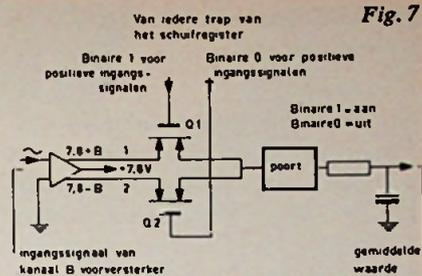

Fig. 7
De werking van de hybride vermenigvuldiger kan het beste worden uit een gezet aan de hand van fig. 7. Het differentiële uitgangssignaal van de „kanaal B”-versterker, schommelt rond een voorspanning van 7,8 V. De lijn gemerkt met (1) van versterker B stijgt boven 7,8 V voor een positief ingangssignaal en de lijn aangegeven met (2) wordt negatief. Beide signalen worden gebruikt voor de „FET”-s Q1 en Q2, terwijl de digitale signalen van de schuifregistertrap de poorten van Q1 en Q2 sturen. Voor een positief analogo signaal op kanaal A, zal het digitale signaal Q1 gelijk zijn aan de binaire „1”, welke de FET zal inschakelen en het digitale signaal, gaande naar Q2, zal gelijk zijn aan een binaire „0”, die de FET zal uitschakelen.